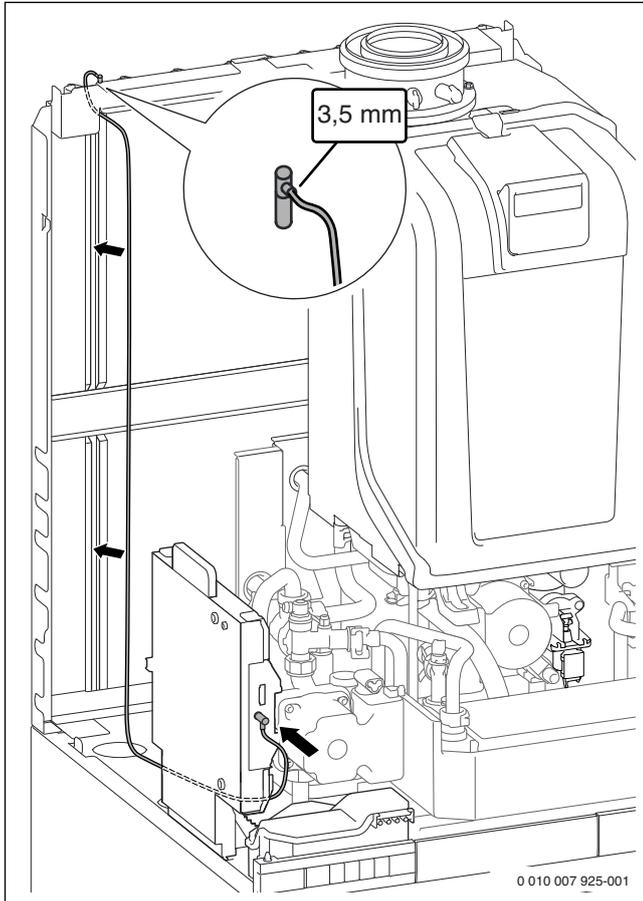

Fig. 70 Raccordement et pose du câble au Bosch MB LANi
- Poser le câble pour le raccordement de Bosch MB LANi des pièces fournies comme indiqué dans la fig. 70.